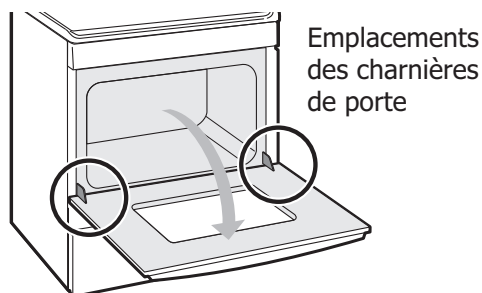

Figure 36 : Emplacement des charnières de porte
3. Ouvrir complètement la porte du four, parallèle au plancher (Figure 36).